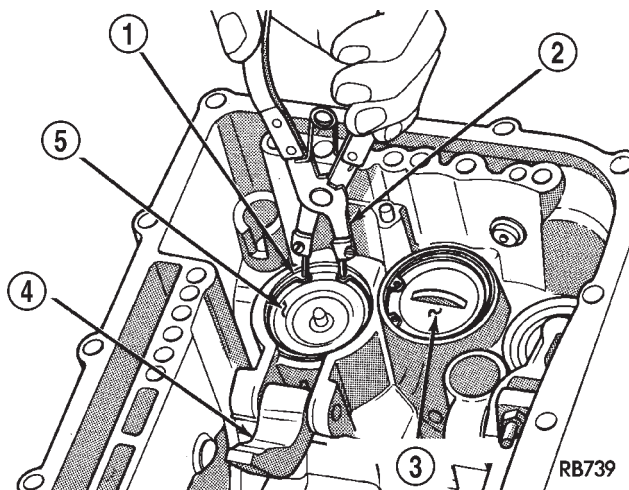

Fig. 19 Anillo de muelle del servo de retirada
(20) Retire el anillo de muelle del servo de retirada (Fig. 19).